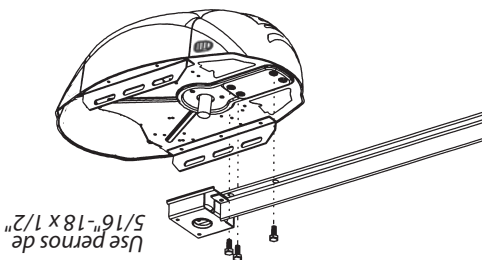

FIG. 1-2 Riel - Conjunto de la caja de control.
1. Acople el conjunto del riel a la caja de control alineando el piñón en el eje del motor. Use (3) pernos de 5/16"-18 x 1/2" (Fig. 1-2).